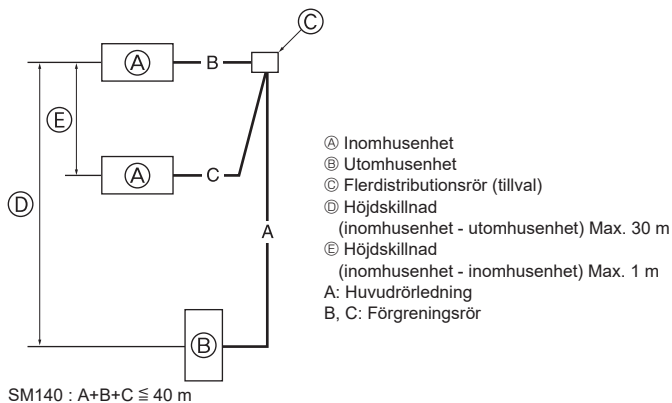

Fig. 4-8
4.8. För dubbla kombinationer (Fig. 4-8)